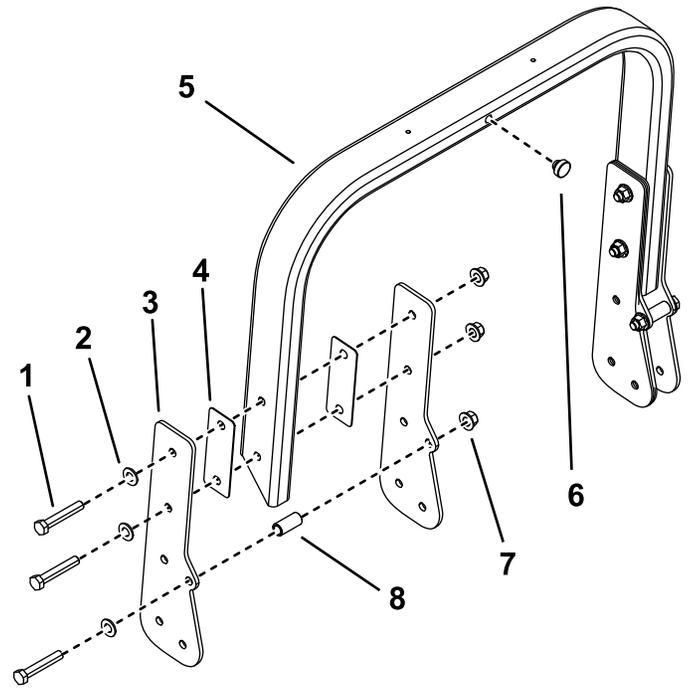

Figura 10
1. Instale 2 chapas laterales en ambos lados de la barra antivuelco usando 3 pernos (1/2" x 3"), 2 espaciadores planos, 3 arandelas, 1 espaciador cilíndrico, y 3 contratruercas (1/2") en cada lado (Figura 10).
2. Instale un tope en el centro de la barra antivuelco (Figura 10).